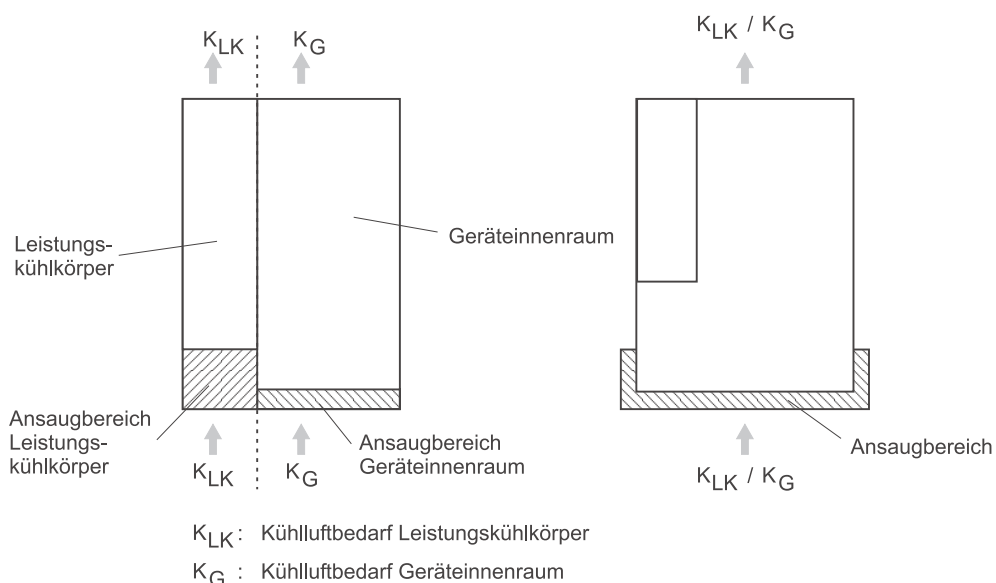

Abbildung 31: Kühlluftbedarf
- 8) Die Kühllufttemperatur bezieht sich auf den gesamten Ansaugbereich, siehe ►Abbildung 31◄ auf Seite 102.
Beim Einbau des Gerätes in einen Schaltschrank kann es daher erforderlich werden zusätzliche Lüfter einzusetzen, damit der notwendige Kühlluftbedarf gedeckt wird (siehe ►Abbildung 31◄ auf Seite 102). Wenn der notwendige Kühlluftbedarf des Leistungskühlkörpers nicht bereitgestellt wird, muss die Ausgangsleistung des Geräts reduziert werden.